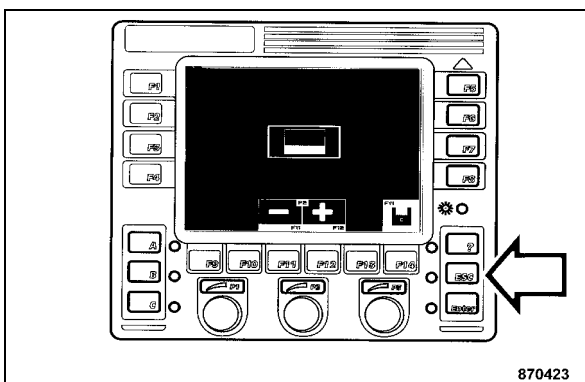

fig. 88
- Appuyer sur "ESC" (fig. 88) pour revenir dans l'écran d'accueil.